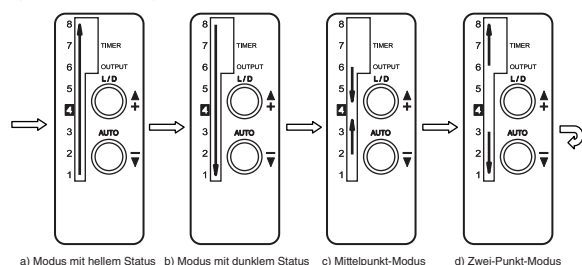

Abbildung 1. LED-Blinksequenz für Modi für die automatische Teach-In-Programmierung
- Halten Sie die Taste AUTO gedrückt, und drücken Sie wiederholt auf die Taste "+", um durch die vier verfügbaren Modi für die automatische Teach-In-Programmierung zu blättern. Die Richtung der blinkenden Kontrastanzeige-LEDs (nummeriert von 1 bis 8) gibt den aktuellen Modus für die automatische Teach-In-Programmierung an (siehe Abbildung 1). Sobald der gewünschte Modus angezeigt wird, lassen Sie die Taste AUTO los. Beschreibungen der vier Modi für die automatische Teach-In-Programmierung sind unten aufgeführt.